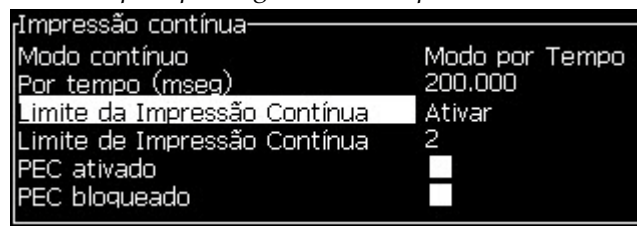

Figura 4-26: Caixa de diálogo *Impressão contínua*
- 1 Selecione *Impressão contínua* no Menu *Imprimir*. A caixa de diálogo *Impressão contínua* aparece (**Figura 4-26**).